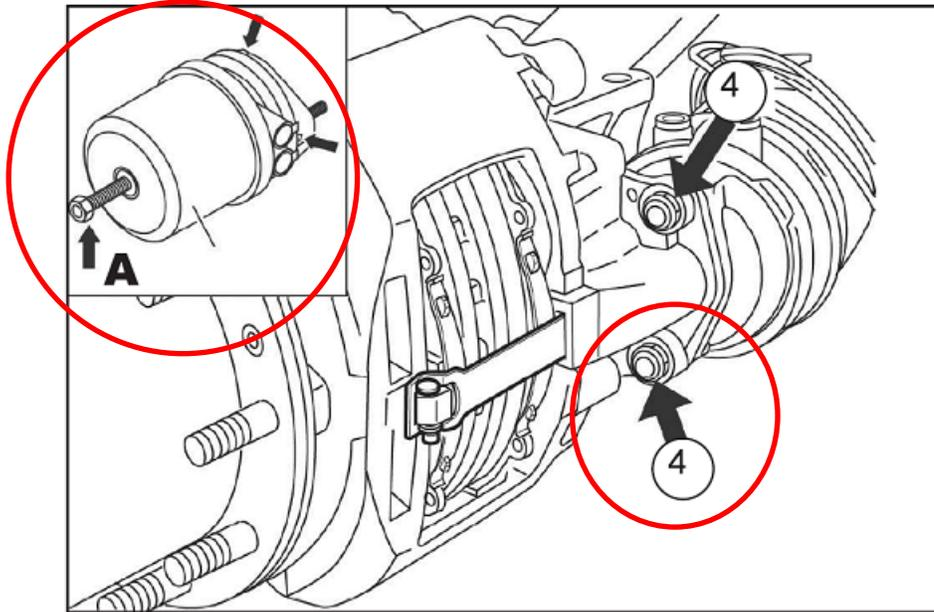

Figure 4 : Emplacement du boulon de dégagement et des écrous de montage
3. Appliquez de l'air pour relâcher les freins à ressort (freins de stationnement) à l'aide du clapet de commande monté sur le tableau de bord. Desserrer le boulon de dégagement (voir **figure 4, flèche A**) en utilisant un couple maximum de 35 Nm (26 lbf-pi) pour bloquer le ressort à dégagement pneumatique sur la tige de poussée.
4. Purgez l'air des chambres à réserve d'air du frein à ressort à l'aide du clapet de commande monté sur le tableau de bord. Tout en maintenant la chambre en position, retirez et mettez au rebut les écrous de montage du récepteur de frein (**figure 4, élément 4**). Marquez l'orientation du récepteur sur le support de montage pour le remontage plus tard. Retirez le récepteur de freinage à ressort. S'il est nécessaire de débrancher les conduites d'air du récepteur, alors que la pression d'air est entièrement purgée du système, marquez les conduites afin de les rebrancher plus tard, puis débranchez les conduites du récepteur.
17. Placez le récepteur de freinage à ressort en respectant son orientation initiale. Sécourisez le récepteur avec les écrous de montage du récepteur de freinage à ressort (**figure 4, élément 4**). En alternance, serrez les deux écrous étape par étape pour atteindre un couple de 180 Nm, +/- 10 Nm (133 lbf-pi +/- 7 lbf-pi). Ne réutilisez pas les écrous retirés pendant le démontage.